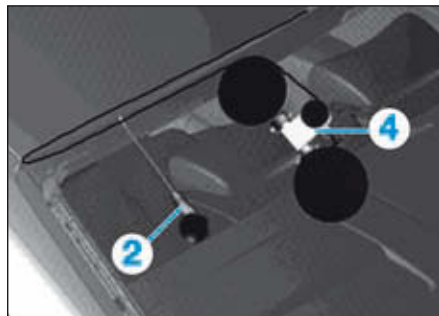

FIG.27
- la glace jusqu'au milieu environ (Fig.27),